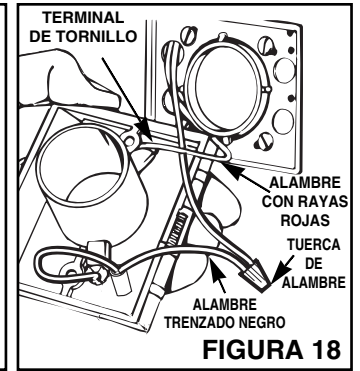
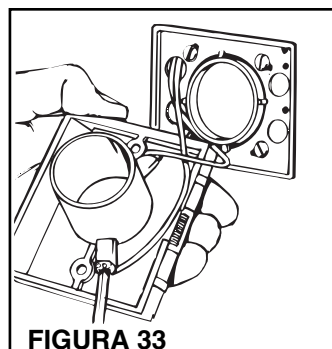

FIGURA 18
FIGURA 33
3. Véase la Figura 18. Conecte el alambre con rayas rojas del cable de 2 conductores de bajo voltaje al tornillo terminal sin usar en el enchufe. Conecte el alambre restante al alambre trenzado negro. Tape los dos alambres con la tuerca de alambre (proporcionada).
9. Sujete los alambres de bajo voltaje a los tornillos terminales en la parte trasera de la entrada de pared (Figura 33). Si usa encastramientos 361 con enchufes de serie CI370, véase el paso 3 en las instrucciones de la página 6, ilustrado en la Figura 18.